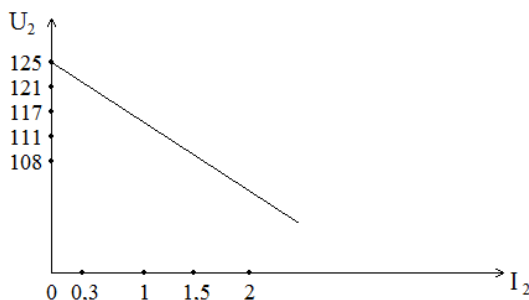

Рис. 5 Пример внешней характеристики автотрансформатора
4. По результатам показаний построить внешнюю характеристику автотрансформатора (пример представлен на рис. 5):